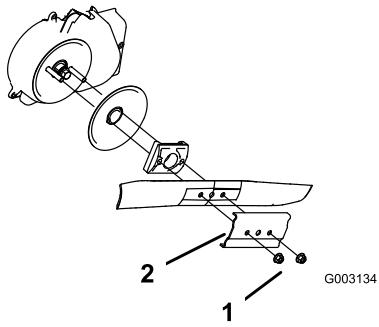

Figure 46
3. Retirez les 2 écrous de la lame et le renfort (Figure 46).
4. Déposez la lame (Figure 46).
5. Posez la nouvelle lame (Figure 46).